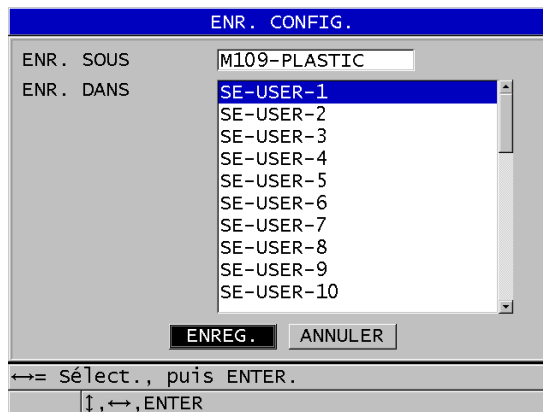

Figure 13-17 Enregistrement de configurations personnalisées
4. Dans l'écran **ENR. CONFIG.**, faites ce qui suit (voir la Figure 13-17 à la page 268) :